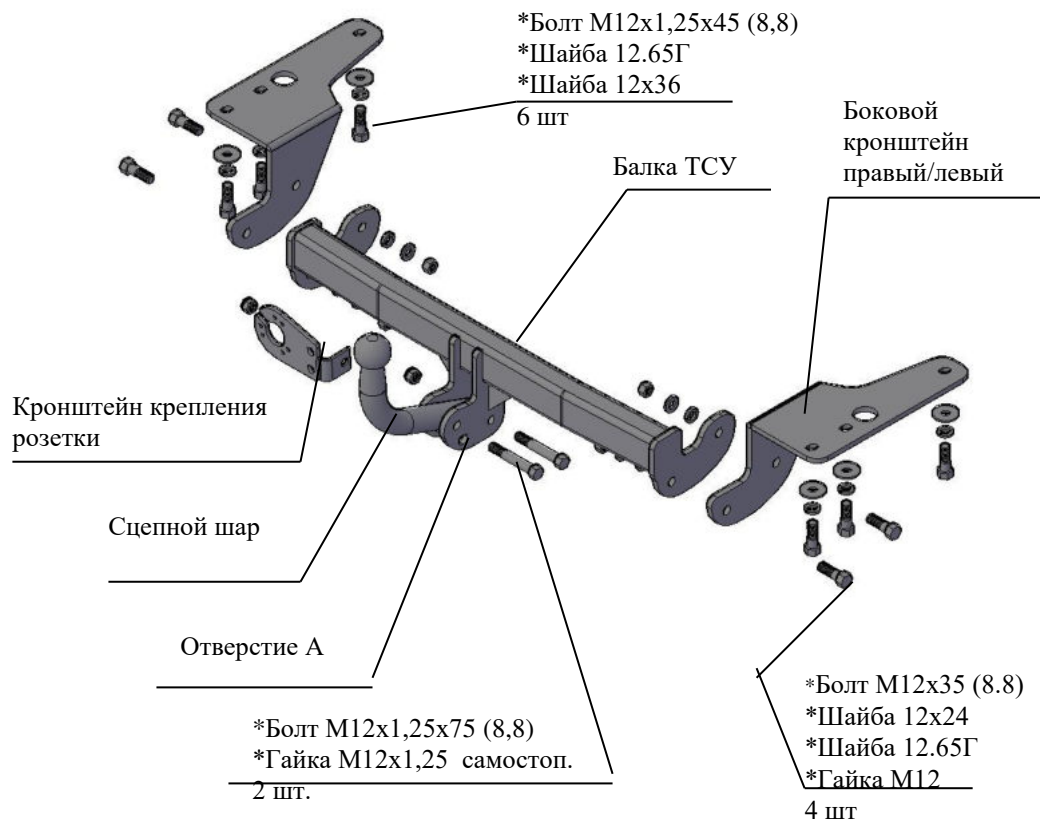

Рис.1 Тягово-сцепное устройство 7840.
| 2.1 ТСУ 7840 в сборе (рис.1)                          | 1 шт. |
| 2.2 Пакет с комплектующими (см. рис.1)                | 1 шт. |
- 4.3 Закрепить боковые кронштейны ТСУ, правый и левый соответственно рис.1, (и при необходимости буксировочную проушину) к нижним полкам